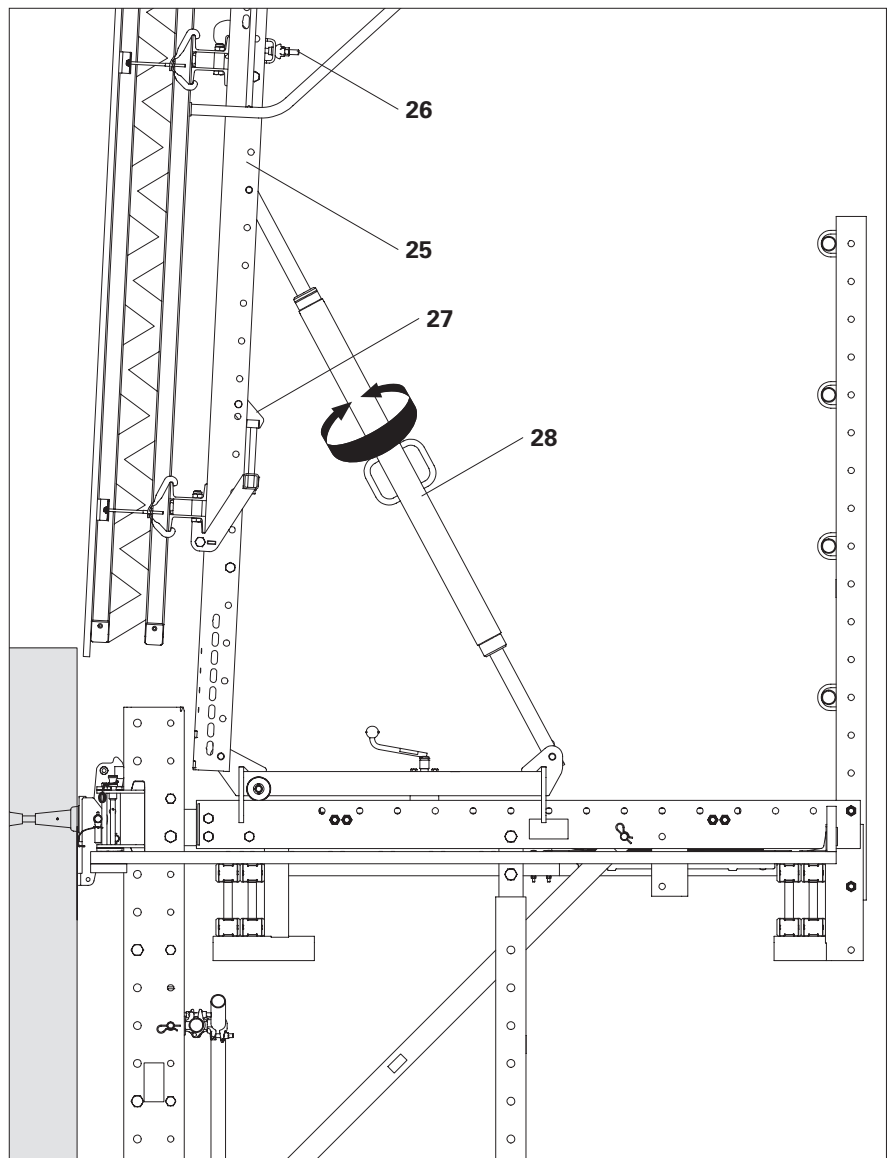

Fig. D2.02
1. Tenere la livella contro la cassaforma e portare la cassaforma in posizione verticale ruotando l'albero cassaforma (**28**). (Fig. D2.02)